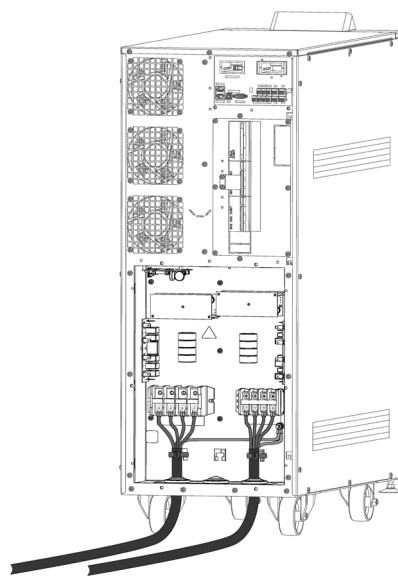
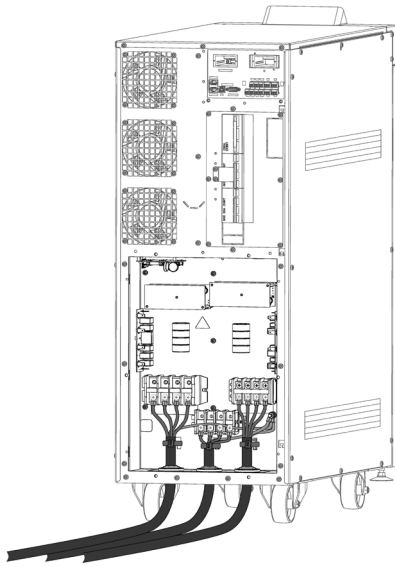
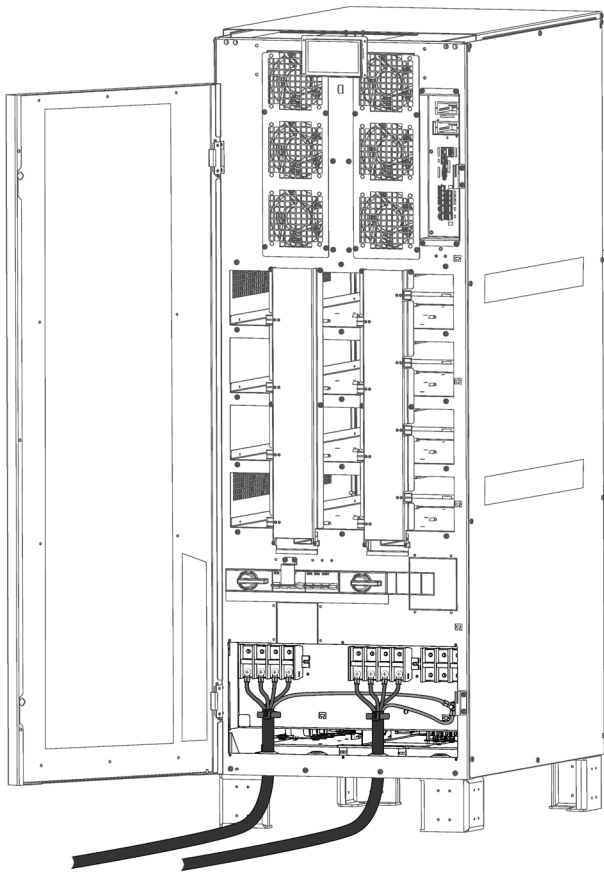
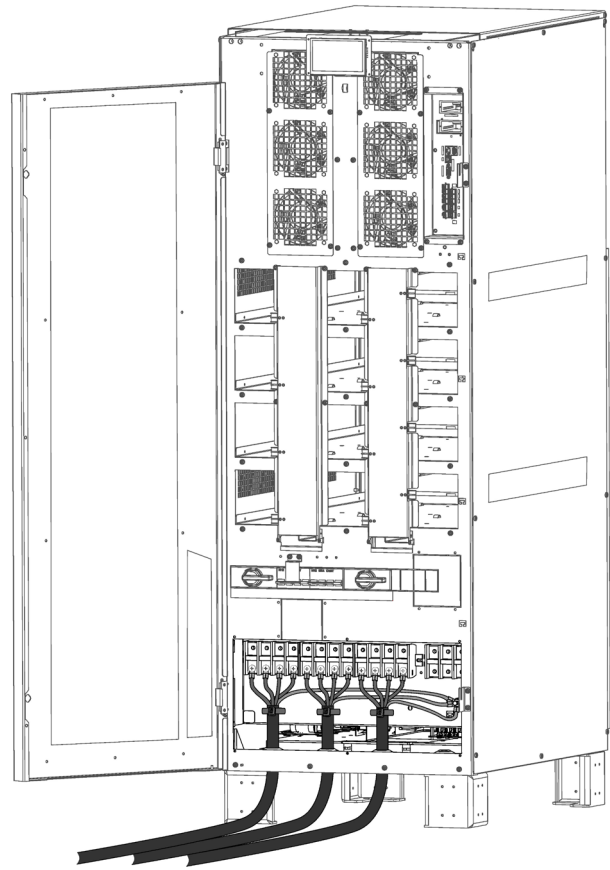

Fig. 40. Détail de la connexion des bornes d'entrée et de sortie de l'équipement
Fig. 41. Détail de la connexion des bornes d'entrée, de Bypass indépendant et de sortie de l'équipement.
Fig. 44. Détail de la connexion des bornes d'entrée et de sortie de l'équipement.
Fig. 45. Détail de la connexion des bornes d'entrée, du Bypass indépendant et de sortie de l'équipement.
5.2.3. Connexion au réseau, terminaux d'entrée (voir Fig. 40 et Fig. 41).
5.2.4. Connexion de la ligne de bypass statique indépendant. Version SLC CUBE4 B (voir Fig. 41 et Fig. 45).
5.2.5. Connexion de la sortie, terminaux de sortie (voir Fig. 40, Fig. 41, Fig. 44 et Fig. 45).